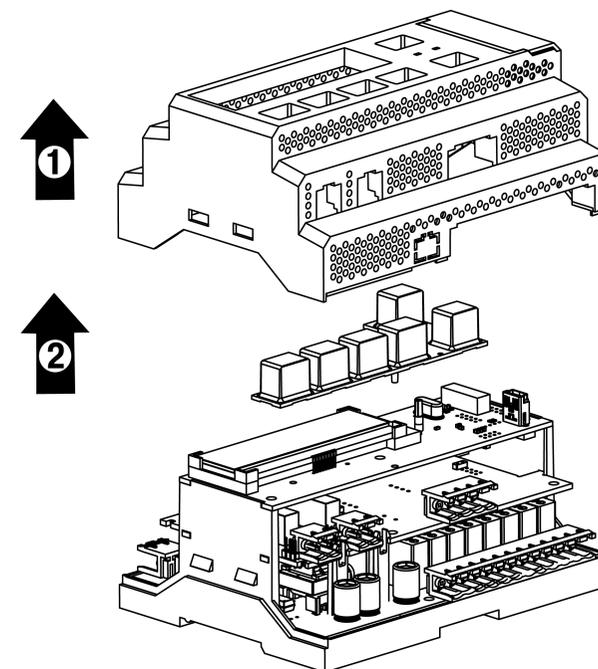

Рисунок 7.4 – Отделение верхней крышки и клавиатуры
4. Снять крышку (см. рисунок 7.4, стрелка 1). Убрать клавиатуру (стрелка 2).